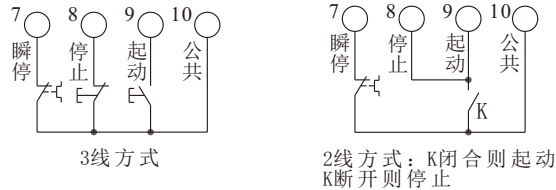

图5
- b) 端子①、②为旁路输出:用于控制旁路接触器,为常开无源触点,起动完毕时闭合。触点容量:AC250V/5A。
c) 端子③、④为可编程继电器输出:输出方式与功能由设置项PJ设定,为常开无源触点。详见第7页可编程继电器输出功能说明。触点容量:AC250V/5A。
d) 端子⑤、⑥为故障输出:软起动器发生故障或失电时闭合,工作正常时开路。触点容量:AC250V/5A。
e) 端子⑦为瞬停输入:软起动器正常工作时此端子必须与端子⑩短接。若此端子与端子⑩开路时,软起动器停止工作,处于故障保护状态。此端子可受控于外部保护装置的常闭输出点。设置项PC设为0(初级保护)时,此端子功能被禁止。
f) 端子⑧、⑨、⑩为外控启动、停止按钮输入接线端子。有两种接法,即3线方式和2线方式,如图5。
g) 端子⑪、⑫为0~20mA直流模拟输出:用于实时监视电机电流,满度20mA时指示电机标称额定电流的4倍,可外接0~20mA直流电流表观察,该输出负载电阻最大值为300Ω。